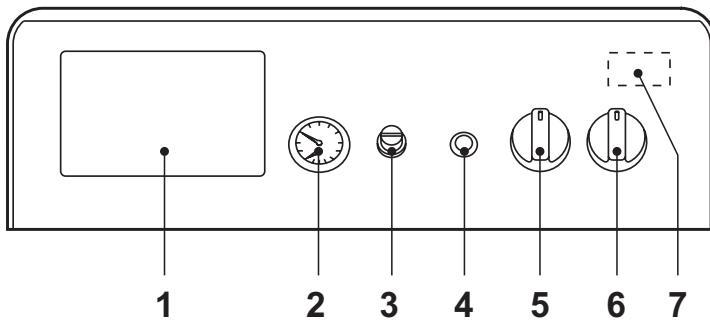
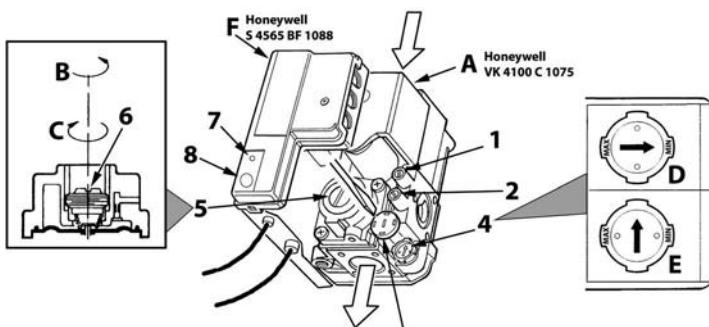

рис. 1 - Панель управления
рис. 4 - Регулирование давления
- Установите главный выключатель "6" в положение 1 (рис. 1).
- Если котел оборудован электронным терmostатическим блоком управления, установленным в положении 1 на рис. 1, пользователь должен также соблюдать инструкции, предоставляемые изготовителем данного блока.
Задайте с помощью термостата температуру воздуха в помещении нужную температуру внутри помещения. По команде от комнатного термостата котел нагревает воду в системе отопления до температуры, заданной с помощью термостата регулировки котла 5 de рис. 1. При достижении в помещении желаемой температуры котел выключается.
При заполнении холодной системы отопления, давление воды, контролируемое по показаниям установленного на котле водомета поз. 2 на рис. 1, должно составлять примерно 1,0 бар. Если во время работы давление воды в системе упало (из-за испарения растворенных в воде газов) до величины ниже вышеуказанного минимума, пользователь должен открыть кран подачи воды и довести давление до первоначального значения. По окончанию операции всегда закрывайте кран подачи воды.
Подключите манометр к штуцеру отбора давления 2 (рис. 4), расположенному после газового клапана, затем переведите ручку термостата котла (поз. 5 - рис. 1) на максимум.
Сняв защитную пробку 5 (рис. 4), регулируйте давление газа с помощью винта 6 на желаемое значение (см. таблицу технических данных и диаграммы изменения мощности, приведенных в сар. 5).
2. Снимите с газового вентиля маленький защитный колпак 3 (рис. 4). С помощью маленькой отвертки регулируйте "СТУПЕНИ" розжига на основании выбранного для работы газа (G20-G25 положение D прис. 4 или G30-G31 положение E прис. 4); установите защитный колпак на место.